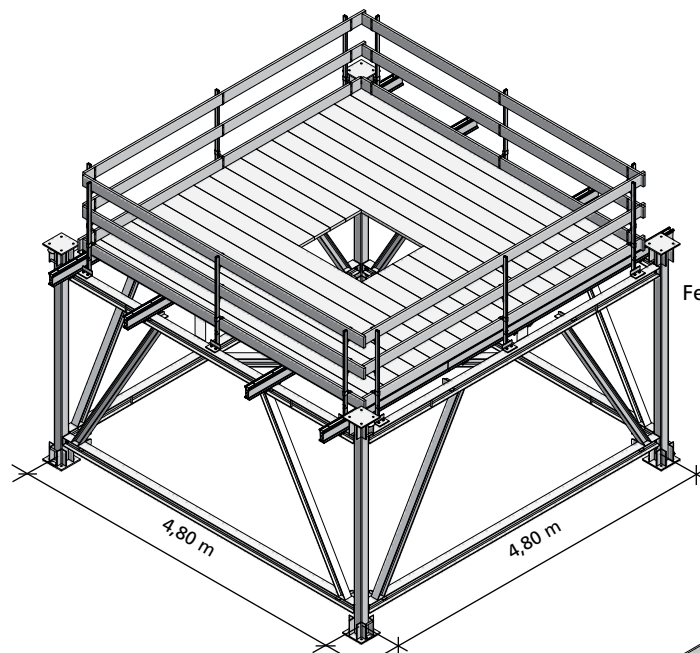

Abb. 9.1
11. Auflegen und verschrauben der Dielen (Durchlass für Leiteraufstieg und Stütze mit Stützenschalung beachten) und montieren des Geländers (Abb. 9.1).